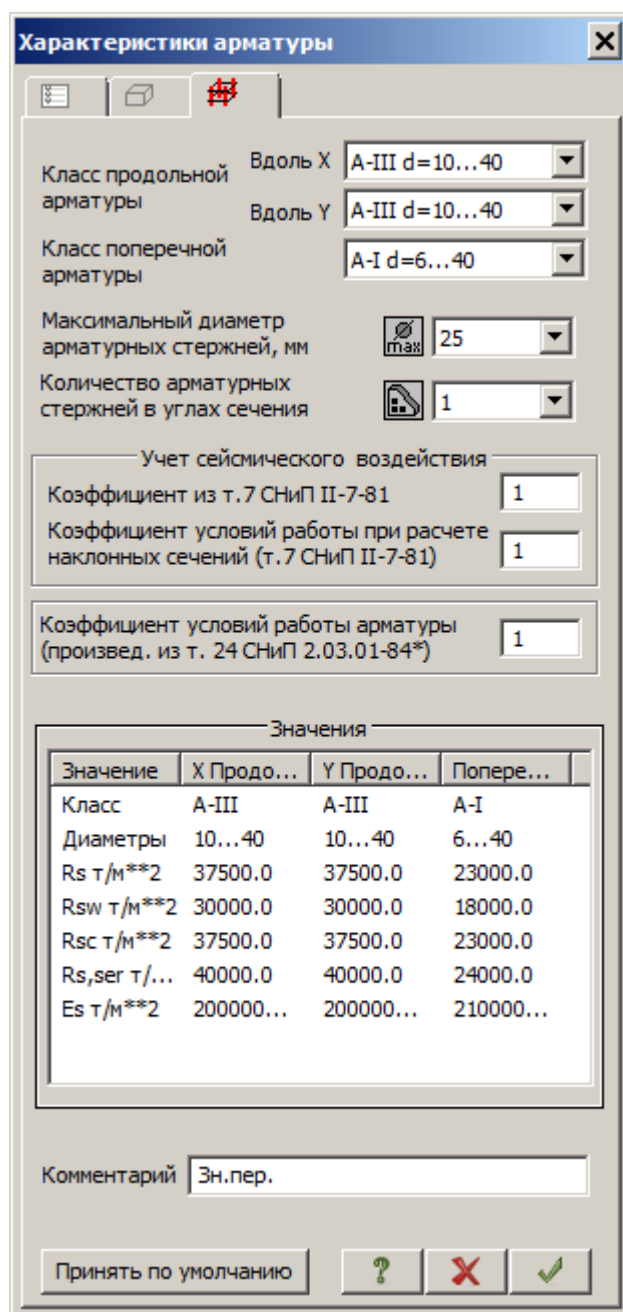

Рис.23.34. Диалоговое окно Характеристики арматуры
- На экран выводится диалоговое окно **Характеристики арматуры** (рис.23.34), в котором в раскрывающемся списке **Максимальный диаметр арматурных стержней** выберите строку соответствующую диаметру арматуры **25 мм**.